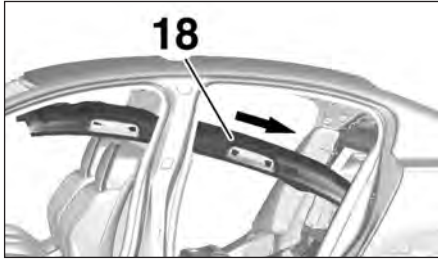

FIG.71
- Abaisser l'arrière de la garniture de pavillon (18) puis la passer par le coffre (Fig.71).